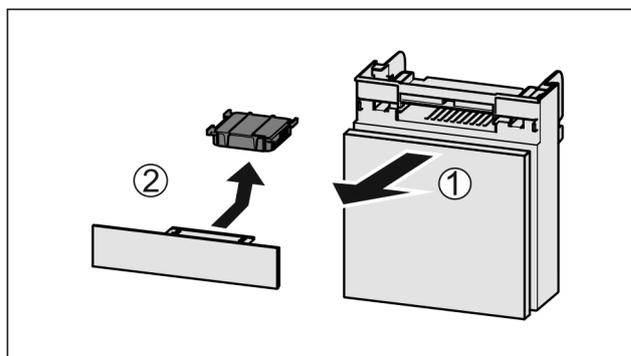

Fig. 109
- ▶ Estrarre il vano tirando in avanti *Fig. 109 (1)*.
- ▶ Rimuovere il filtro a carboni attivi *Fig. 109 (2)*.